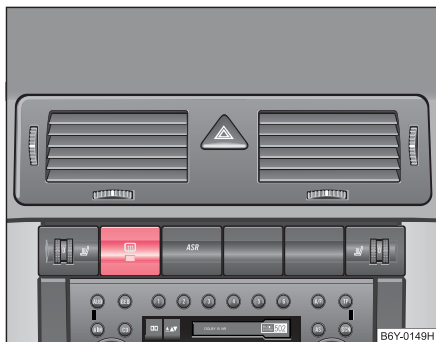

Abb. 37 Schalter für Heckscheibenbeheizung
- Drücken Sie auf den Schalter , um die Heckscheibenbeheizung einzuschalten ⇒ Abb. 37.